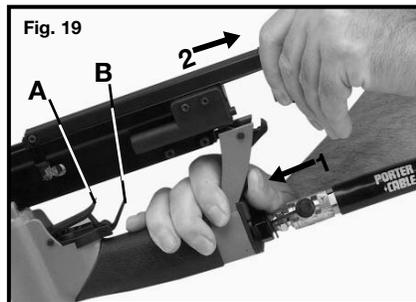

Fig. 19
2. Retournez l'outil, enfoncez le verrou (1) Fig. 19 et faites glisser le couvercle du chargeur (2) Fig. 19 pour l'ouvrir. Assurez-vous que la gâchette secondaire (B) Fig. 19 a verrouillé la gâchette principale (A) Fig. 19 pour empêcher tout actionnement intempestif. Le couvercle du chargeur doit être complètement rétracté pour assurer que le système de réglage de hauteur du clou sans tête est enclenché.